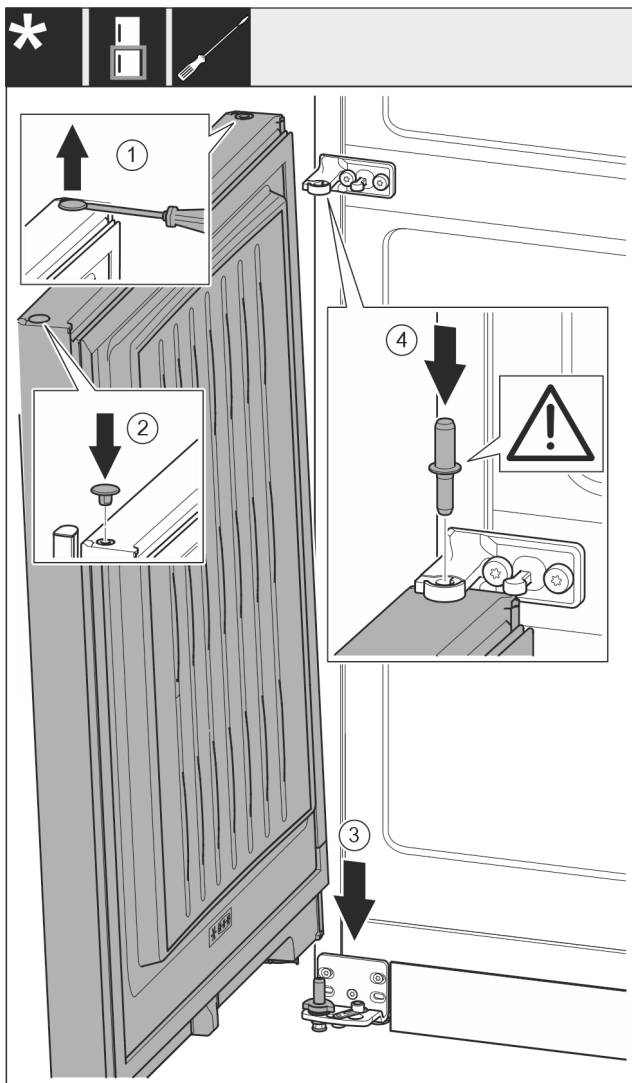

Fig. 20
- ▶ Tõstke kork Fig. 20 (1) ettevaatlikult lapikkruvikeerajaga üles ja tõmmake välja.
- ▶ Pange kork Fig. 20 (2) teisel ukseküljel taas sisse.
- ▶ Pange uks Fig. 20 (3) ülaltpoolt alumisele laagripoldile.
- ▶ Pange keskmine laagripolt Fig. 20 (4) läbi keskmise laagripuki alumise ukse sisse. Pöörake seejuures tähelepanu sellele, et fiksaatornukk osutab tahapoole.